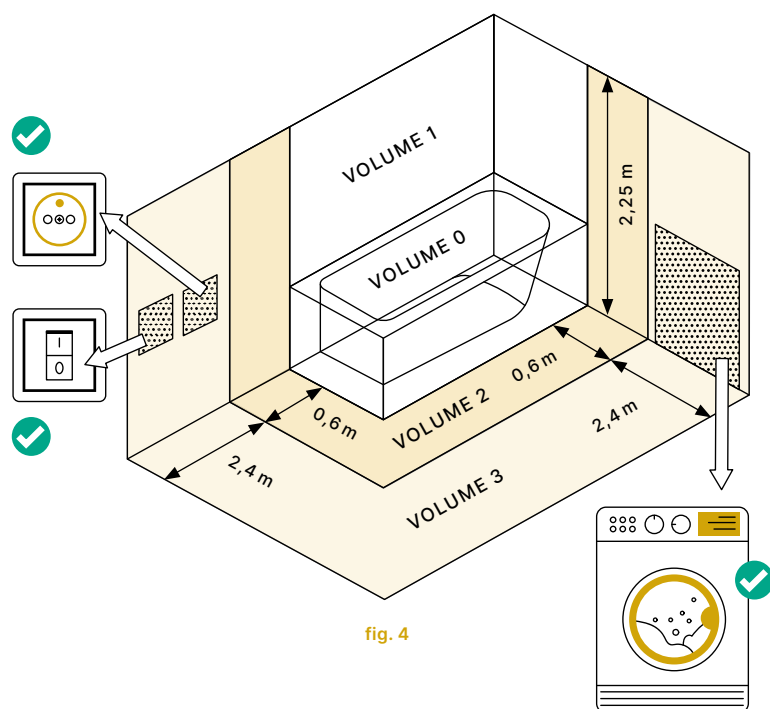

fig. 4
- Vochtige lokalen worden opgedeeld in **VOLUMES 0, 1, 2 en 3**. Deze beschermingsvolumes tonen aan op welke minimumafstand elk type elektrisch toestel geplaatst mag worden. zie fig. 4